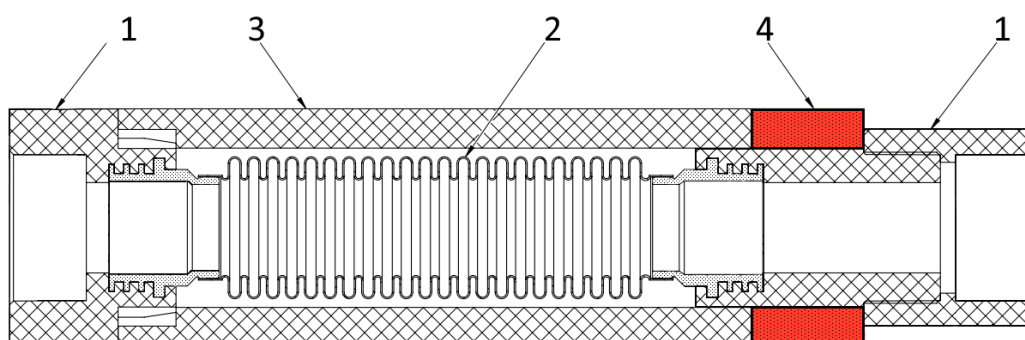

Рисунок 2 – Элементы устройства КСО
- Сильфонный компенсатор осевой (КСО) состоит из следующих элементов: 1. Две муфты под монтаж, 2. Сильфонную стальную трубку, 3. Наружный защитный кожух 4. Съёмный фиксатор. Рисунок 2.
- При установке сильфонного компенсатора в вертикальный трубопровод, муфта (1) с фиксатором должна находиться снизу.